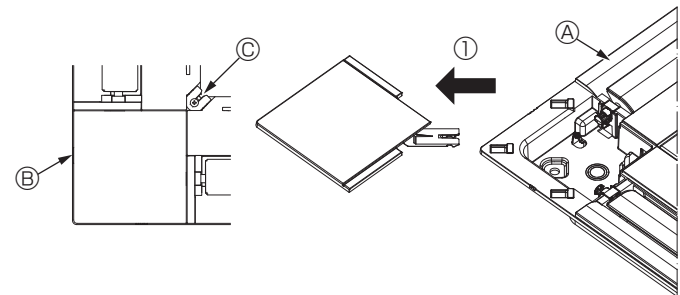

Fig. 5-4
5.2.2. Снятие угловой панели (Fig. 5-4)
- Открутите винт в углу угловой панели. Сдвиньте угловую панель, как показано стрелкой ①, чтобы снять ее.